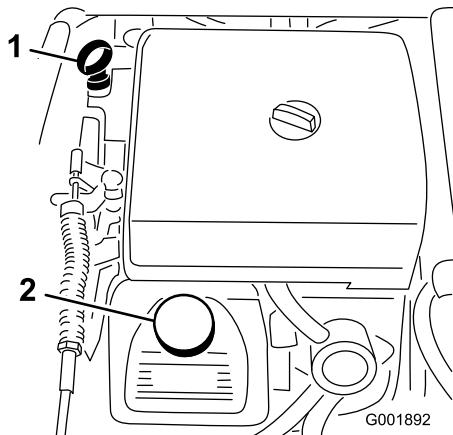

Figura 20
2. Togliete l'asta di livello ed asciugatela con un panno pulito (Figura 20). Inserite l'asta nel tubo e verificate che sia inserita a fondo. Rimuovete l'asta e controllate il livello dell'olio.
3. Se l'olio è insufficiente, togliete il tappo di rifornimento dal coprivalvola (Figura 20) e versate l'olio nel foro finché non raggiunge il segno di pieno (Full) sull'asta; il tipo di olio e la viscosità adatti sono riportati nella sezione Manutenzione dell'olio motore. Versate l'olio lentamente, controllando spesso il livello durante questa operazione. Non riempite troppo.